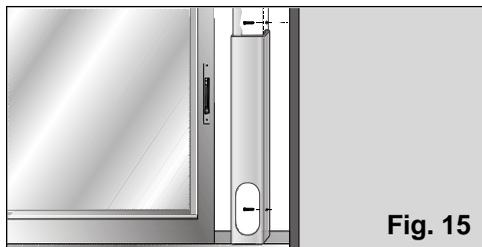

Fig. 15
- Om dit vast te zetten op het raam of het balkon beschikt u over twee laterale gaatjes. Met twee schroefjes (niet bij het onderdeel geleverd) kan de gebruiker de gleuf vast zetten op de raampost of vastmaken aan de muur zonder dat er gevaar bestaat dat de gleuf zich verplaatst of kan vallen, **Fig. 15**.